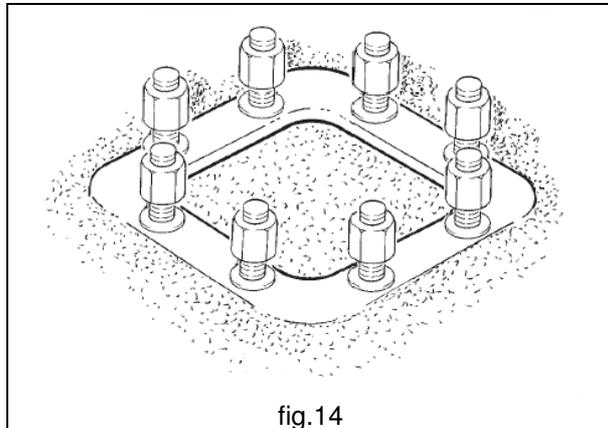

fig.14
3. Annegare la cornice così preparata nel getto del plinto avendo cura che la piastra superiore rimanga a filo del pavimento (fig.14). Proteggere le filettature dei tirafondi per evitarne il danneggiamento.